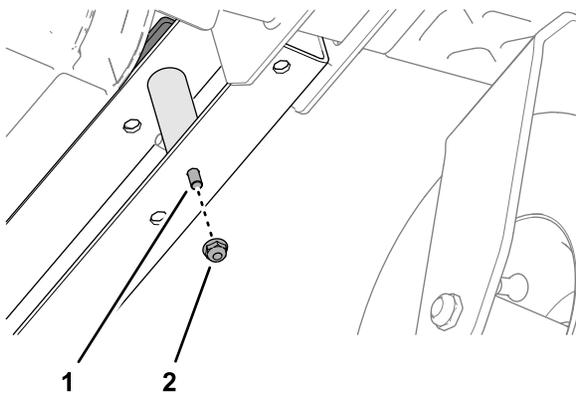

Figura 10
3. Infilate il dado di bloccaggio flangiato (1/4") nella vite a testa cilindrica (1/4" x 4") e serrate il dado (Figura 10).